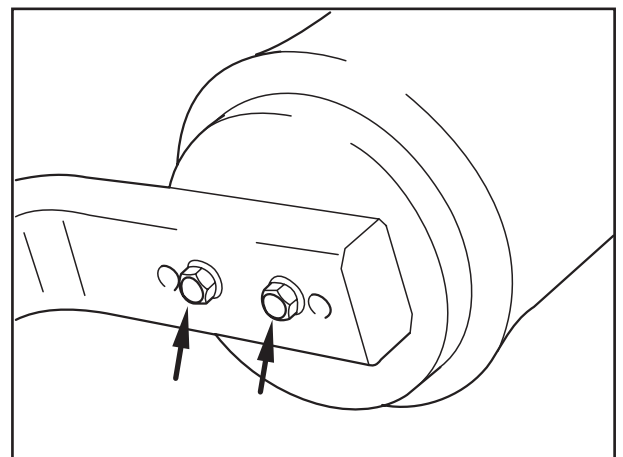

Fig. 12
[15] Untere Sicherungsschrauben (Fig. 12/Pfeile) in den Liftbalg einschrauben und mit dem vorgeschriebenen Anziehdrehmoment von 230 Nm festziehen.
- [15] Screw bottom securing bolts (Fig. 12 /arrows) into the lift bag and tighten to the specified torque of 230 Nm.
- [15] Visser les vis inférieures de sûreté (fig. 12/ flèches) dans le piston de coussin de relevage et serrer au couple de serrage prescrit de 230 Nm.